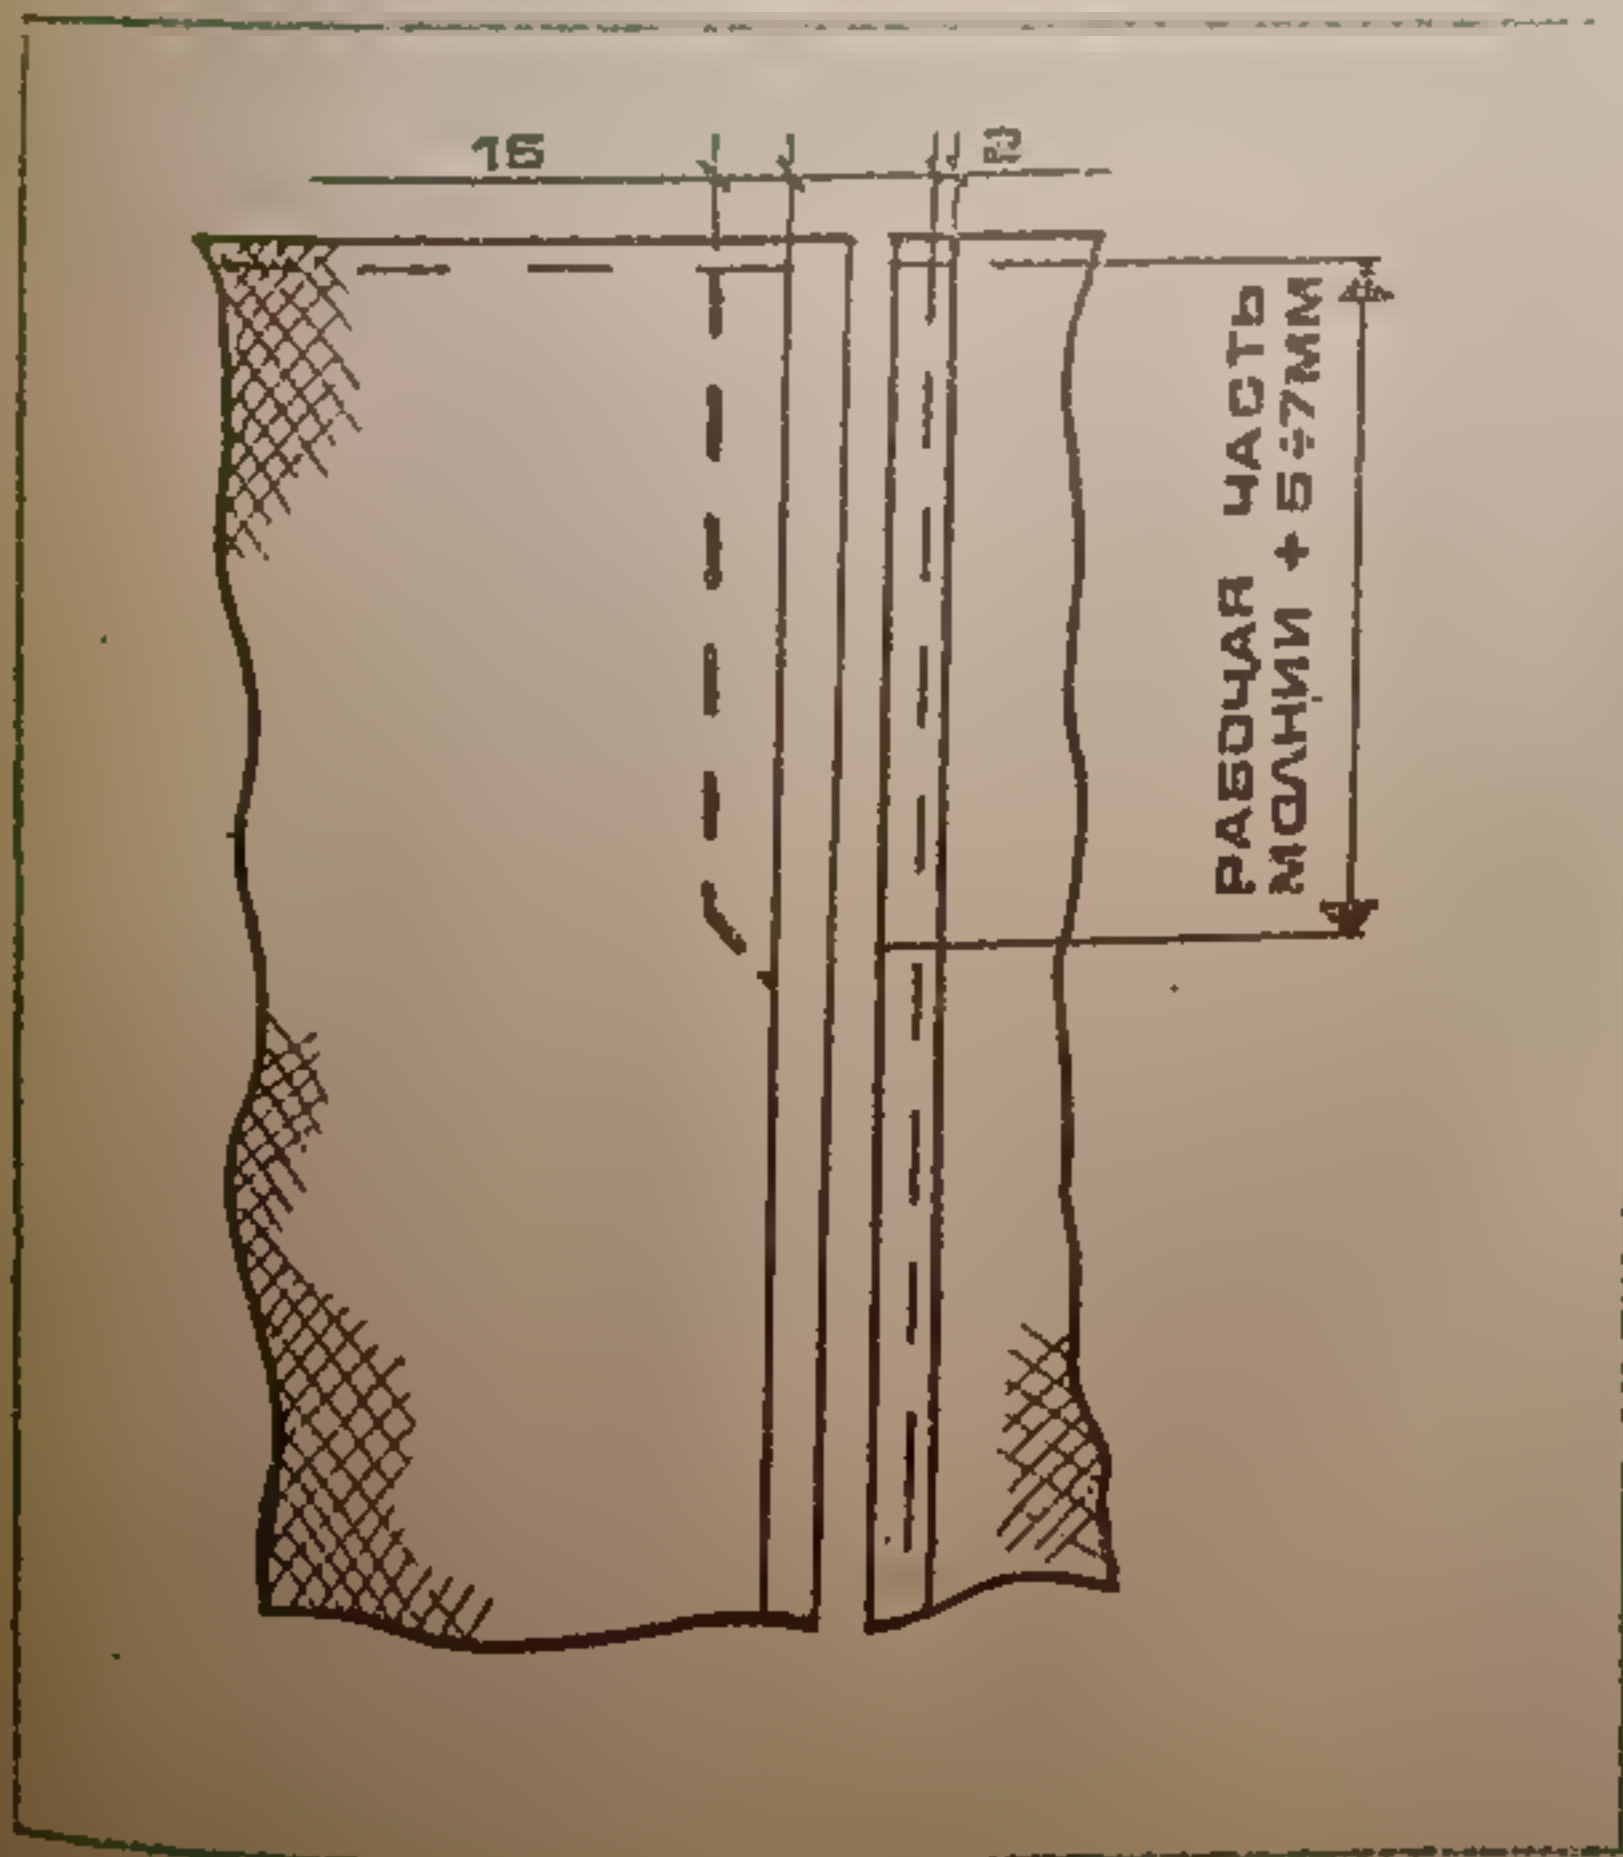

Рис. 36.
утюжить 0,2 см и заметать сгиб параллельно линии шва от талии вниз на 1,5 см ниже конца застежки. Сгиб приутюжить (рис. 36);
- на левой части застежки наметить ширину рамочки (1,5 см) от линии талии вниз до конечной точки застежки и ниже нее на 1,5 см (рис. 36) и сгиб приутюжить;